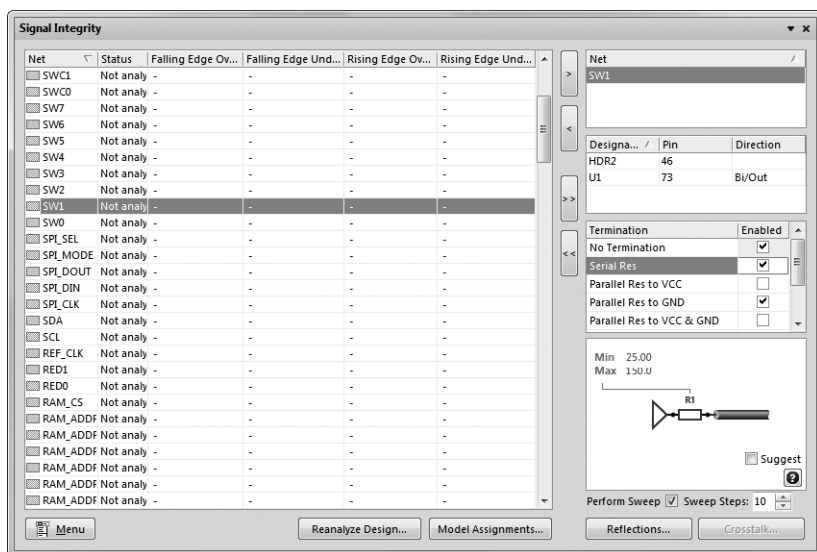
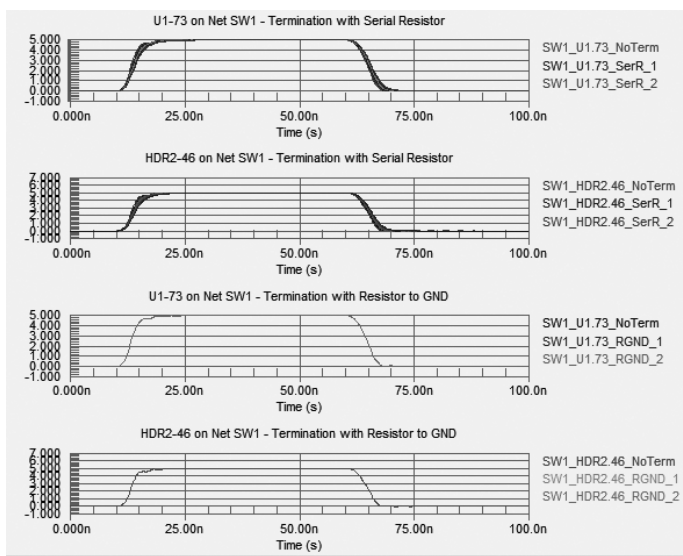

图 13-43 接地端并阻补偿分析
图 13-44 “Parallel Res to GND” 终端补偿波形
(6) 在“Termination”（端接方式）栏中，选择“Parallel Res to GND”（接地端并阻补偿），如图 13-43 所示，然后单击“Reflections”（显示）按钮，显示波形结果如图 13-44 所示。其余补偿方式读者可自行练习。